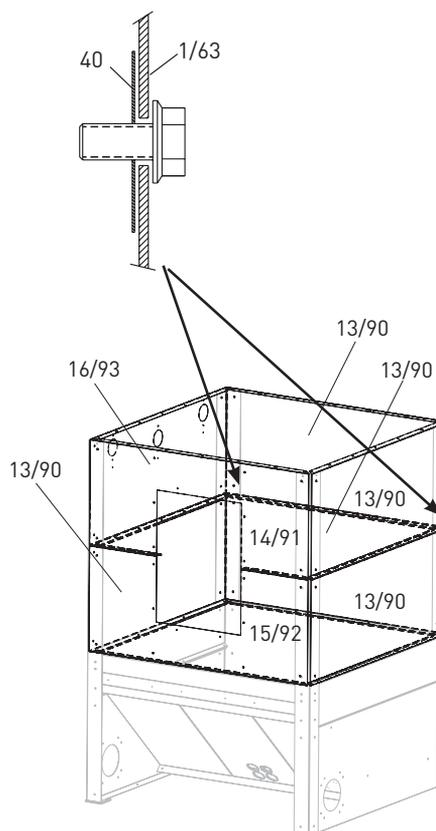

Fig.13 Montaggio delle pareti laterali
Montare tutt'intorno la 1a fila di pareti laterali. Bordo ripiegato per 9 mm verso il basso, avvitare a mano 3 pareti laterali (13/90), 1 parete laterale con apertura per lo sportello in basso (15/92) solo al profilo angolare di supporto (1/63) e non ancora orizzontalmente – Fig. 13.
Se il serbatoio si trova a ca. 100 mm dalla parete, non è più possibile inserire le viti inferiori posteriori (distanza insufficiente), per cui, prima del montaggio di queste pareti laterali, fissare le viti al profilo angolare di supporto (1/63) con fermo per viti (40) – Fig. 13.
Montare tutt'intorno la 2a riga di pareti laterali. Avvitare 2 pareti laterali (13/90) e 1 parete laterale per bocchettone di caricamento (16/93), 1 parete laterale con apertura per lo sportello in alto (14/91) solo ai profili angolari di supporto (1/63) verticali, non ancora orizzontalmente – Fig. 13.